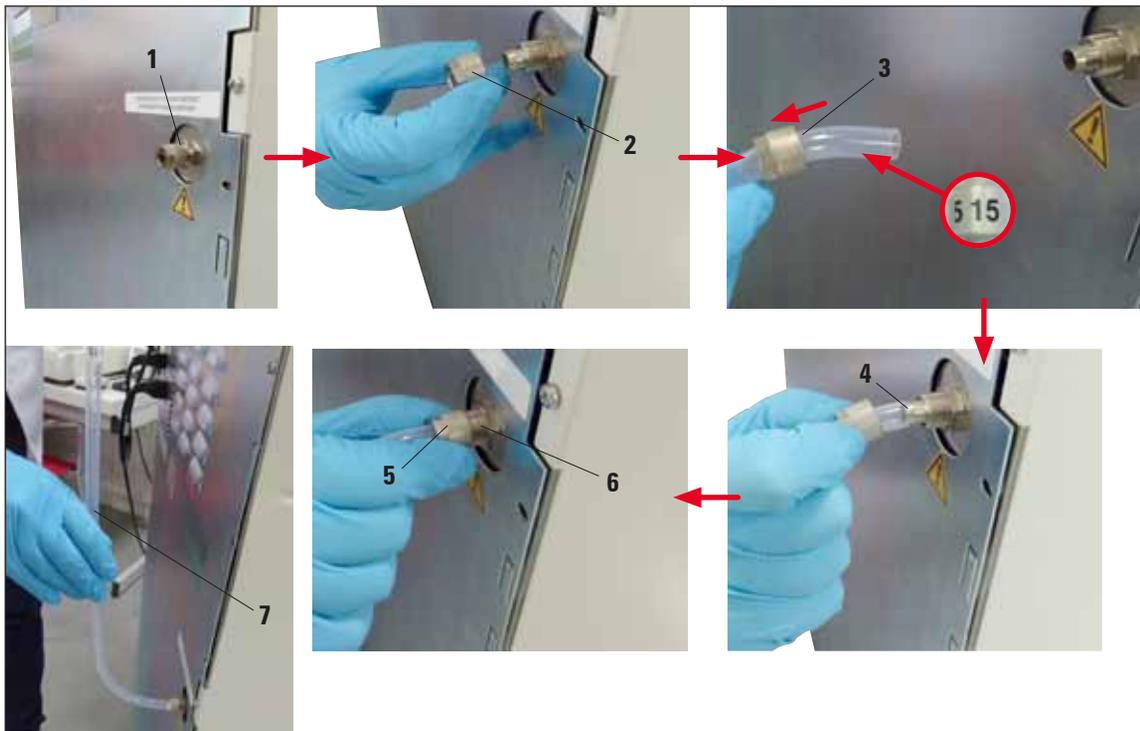

Fig. 90
A conexão de ar de exaustão (Fig. 90, 1) está localizada na parte traseira do aparelho.
1. Desparafuse a porca (Fig. 90, 2) da conexão (Fig. 90, 1) e empurre-a na extremidade angular da mangueira com marcação "15" (Fig. 90, 3).
2. Empurre a extremidade angular da mangueira com marcação "15" no bico da conexão o máximo possível (Fig. 90, 4).
3. Parafuse a porca (Fig. 90, 5) com firmeza na rosca da conexão para fixar as mangueiras de exaustão (Fig. 90, 6).
4. Vire a mangueira de exaustão para a posição vertical (Fig. 90, 7) e ligue a mangueira com marcação "20" ao ar de exaustão externo.